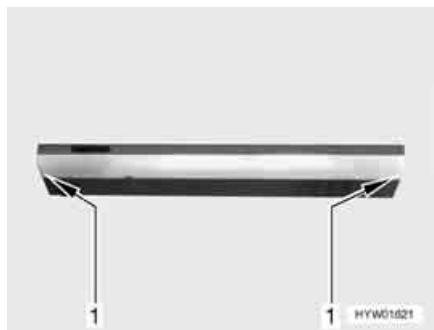

Fig. 250 Luce area cottura
- Tirare il vetro della luce (Fig. 250,1). Iniziare ad estrarre la luce area cottura tirando sempre a destra o a sinistra.